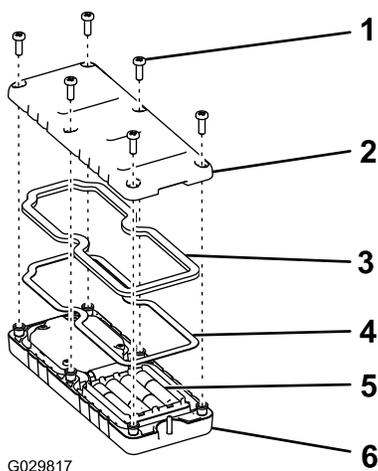

Figura 31
1. Retire os seis parafuso da parte posterior do comando remoto e retire a tampa (Figura 31).
- Prenda a tampa com os seis parafusos previamente removidos (Figura 31) e aperte-os com uma força de 1,5 a 1,7 Nm.